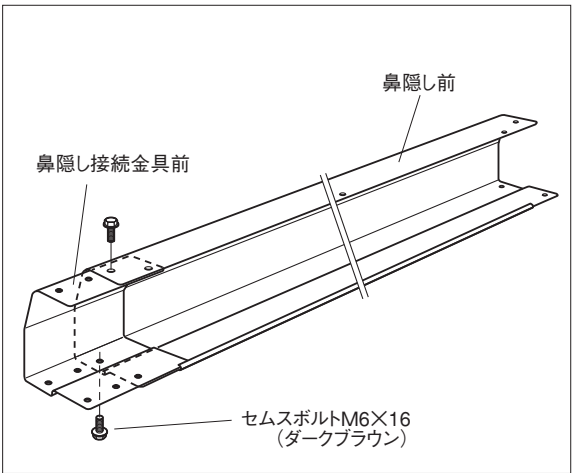
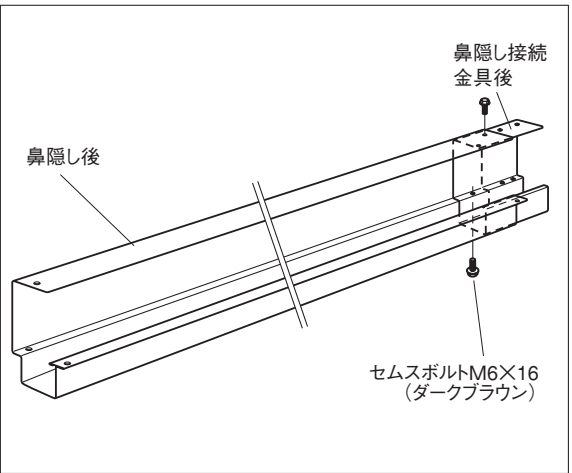

図51
図52
(4) 鼻隠し前、鼻隠し後に鼻隠し接続金具を取り付けます。(図51、図52)